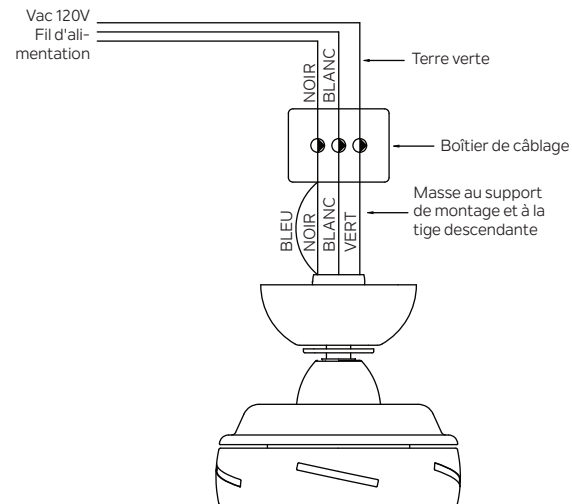

Fig. 13
Étape 1. Raccordez le fil d'alimentation du ventilateur (noir) et le fil d'alimentation (bleu) du ventilateur au fil d'alimentation domestique noir comme illustré à la Figure 13.